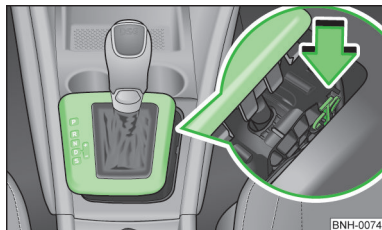

Fig. 72
- Presionar con un dedo la pieza de plástico amarilla en la dirección de la flecha » fig. 72.